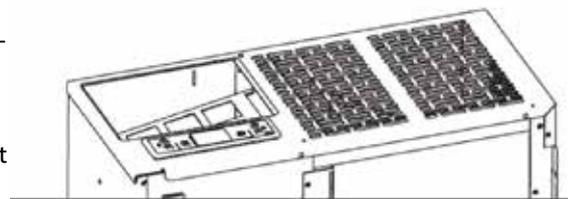

Fig. 24.
- ☞ S'assurer d'avoir bien refermé le couvercle du réservoir après avoir effectué l'opération de chargement des granulés. Un pressostat de sécurité (pour les modèles étanches) en vérifie la fermeture correcte (fig. 24) et met le poêle en état d'alarme si le couvercle reste ouvert plus de 20 secondes avec le poêle en marche.